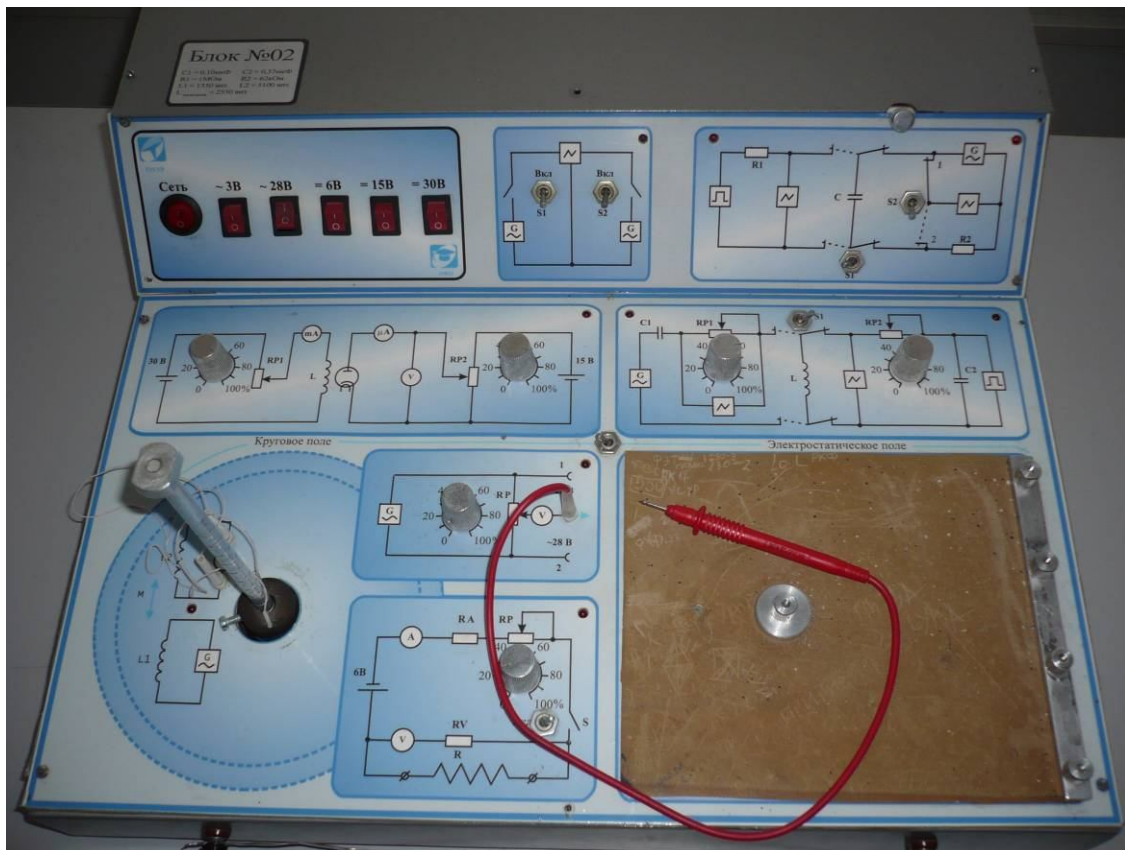

Рисунок 5.1 – Вид лабораторного макета
- 5.1 Включить лабораторный макет (Рис. 5.1) кнопкой «Сеть» на его передней стенке.